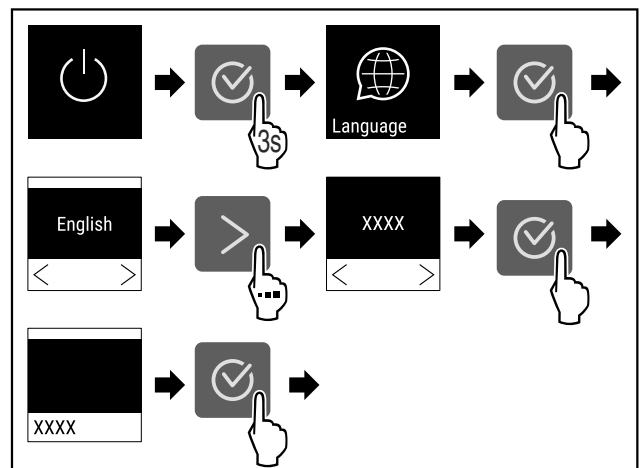

Fig. 52
- Kryeni hapat e veprimit (shihni Fig. 52).